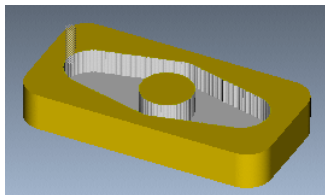

图 3.9.11 NC 检查结果
Step1. 在 ▼ PLAY PATH (播放路径) 菜单中选择 NC Check (NC 检查) 命令, 系统弹出“VERICUT 7.1.5 by CGTech”窗口。单击  按钮, 观察刀具切割工件的运行情况, 结果如图 3.9.11 所示。